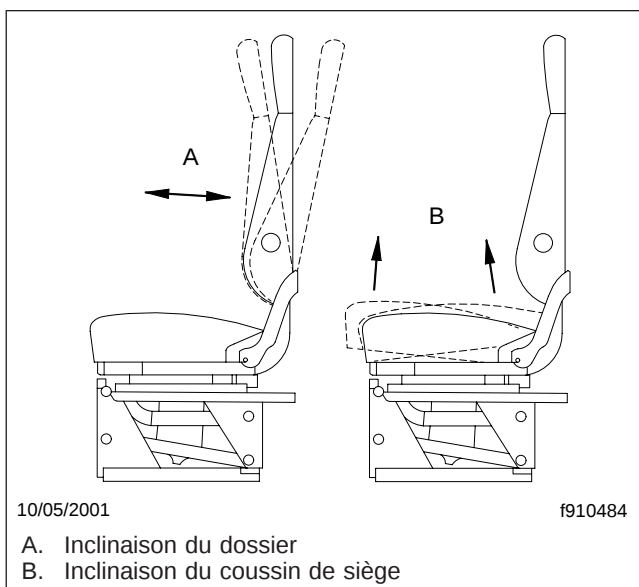

Fig. 3.6, Réglage de l'inclinaison du coussin de siège
5. Inclinaison du dossier : Ce réglage permet de faire pivoter le dossier vers l'avant ou vers l'arrière. Voir la **figure 3.6**.
6. Inclinaison du coussin de siège : Ce réglage vous permet de lever ou d'abaisser le devant ou l'arrière du coussin de siège (du bas). Le réglage est plus facile à effectuer lorsqu'il n'y a pas de poids sur le siège. Voir la **figure 3.6**.
7. Inclinaison du siège : Lorsque ce réglage est effectué, le siège (dossier et coussin) s'incline vers l'avant ou vers l'arrière. Voir la **figure 3.6**.